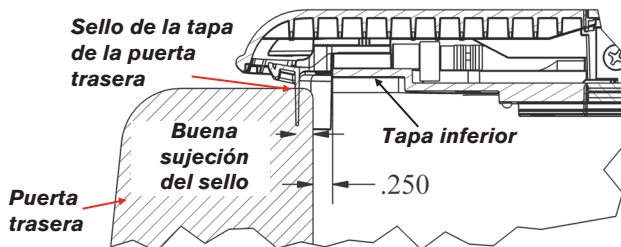

FIG. 6A
- Cierre la puerta trasera y tire de los rieles hacia atrás hasta que los sellos de la tapa de la puerta trasera encajen bien con su puerta trasera. Una buena manera de verificar el acoplamiento adecuado es asegurarse de que la tapa inferior y la puerta trasera tengan un espacio de 1/4" (FIG 6A).